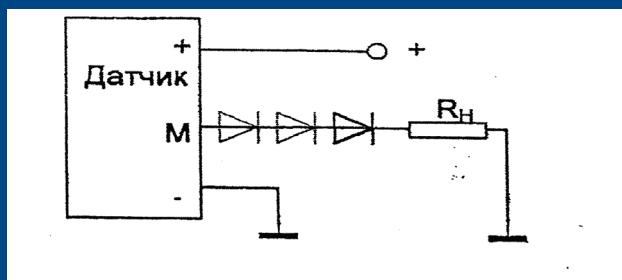

Рис.6 Включение диодов при однополярном питании датчиков
3. Так как усилитель датчика разработан для двуполярного источника питания, а используется однополярным, в измерительную цепь должны быть встроены диоды, как показано на Рис.6. Это позволит компенсировать остаточное напряжение через неиспользуемый выходной транзистор и обеспечить отсутствие выходного тока при нулевом входном.